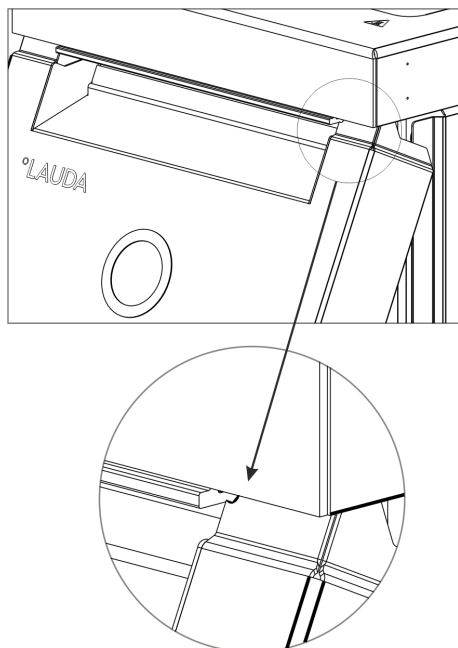

Abb. 86: Radien an der Frontblende
2. Schieben Sie die Frontblende nur so weit nach oben, dass die Radien noch zu sehen sind Abb. 86.